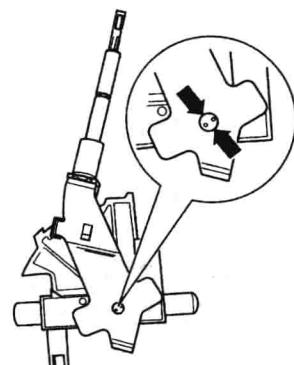

图 1-5 换挡杆
① 安装时把压力弹簧_____安装到拉杆_____上。
② 把带有压力弹簧的拉杆安装到_____上。
③ _____和_____指向行驶方向, 检查一下拉杆是否能在换挡杆的_____上滑动。
(13) 换挡杆, 如图 1-5 所示:
① 拉起拉杆_____, 把带有轻触子-自动变速器弹簧的连杆_____推入换挡杆中。
② 用冲子把换挡杆的_____推入。
③ 作为保险措施, 相对已经有的冲压点错位_____打两个新的冲压点。